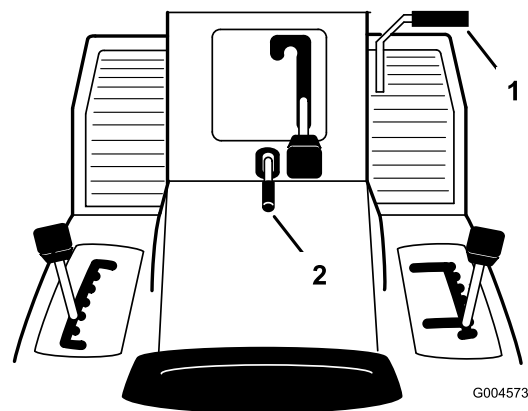

Bild 8
1. Tryk koblings-/bremsepedalen (Bild 8) ned, og hold den nede.
2. Løft parkeringsbremsehåndtaget (Bild 8) opad, og fjern gradvist din fod fra koblings-/bremsepedalen.
1. Tryk koblings-/bremsepedalen ned (Bild 8).